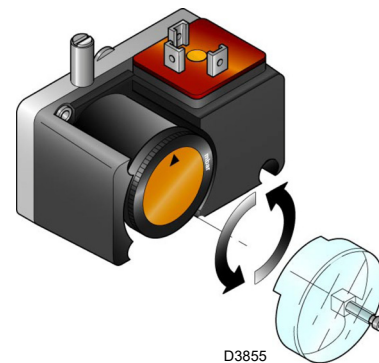

Abb. 31
- Regeln Sie den Minimal-Gasdruckwächter (Abb. 31 auf Seite 32) auf den Skalenanfang.
Die Einstellung des Minimal-Gasdruckwächters (Abb. 31) durchführen, nachdem alle anderen Einstellungen am Brenner vorgenommen wurden. Dabei muss der Druckwächter auf den Anfang der Skala gestellt sein.